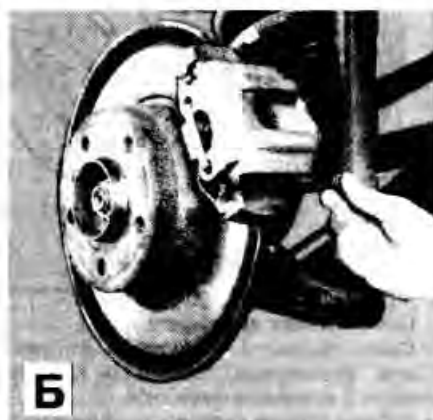

Рис. 13-6. Замена колодок дискового тормозного механизма заднего колеса:
- Отверткой снять удерживающую пружину колодок (рис. 13-6).